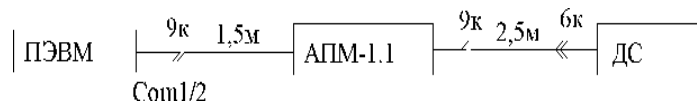

Рис. 4. Схема подключения адаптера связи.
8.2. Подключение ПЭВМ (компьютера) к системе управления двигателем производится в соответствии со схемой, приведенной на рис. 4, через адаптер связи АПМ-1.1 или его аналог (ДС - диагностический соединитель системы управления двигателем - вилка на 6 контактов).
- подключить ПЭВМ к системе управления двигателем по схеме, приведенной на рис. 4 и осуществить запуск диагностической программы.
- подключить адаптер связи к порту Com1/2 ПЭВМ и диагностическому соединителю по вышеуказанной схеме (рис. 4);